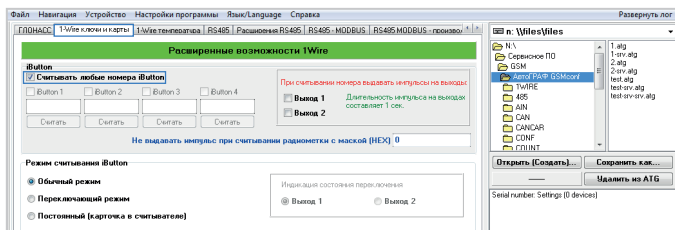

Рис.38. Настройка шины 1-Wire контроллера «АвтоГРАФ» на считывание любых номеров
Для корректной работы со считывателем по шине 1-Wire интерфейс 1-Wire контроллера «АвтоГРАФ» обязательно должен быть настроен. Соответствующие настройки можно выполнить при помощи программы AG.GSMConf на вкладке «1-Wire ключи и карты» (Рис.38):
- Если в настройках разрешено считывание любых номеров iButton, то контроллер будет считывать и записывать в память номера любых подключаемых карт и время их регистрации. Для включения этой настройки установите галочку напротив опции «Считывать любые номера iButton» и сохраните настройки (Рис.38).